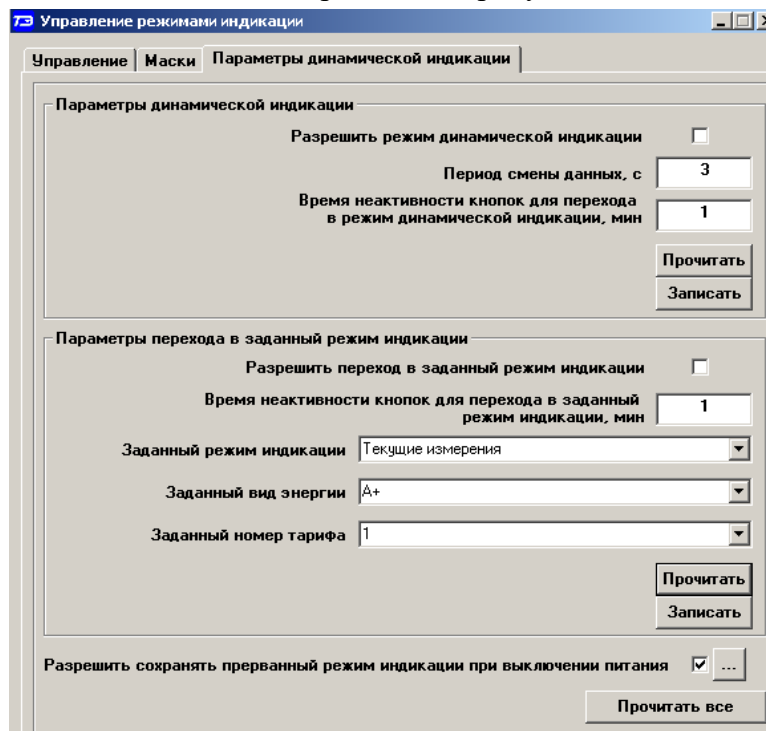

Рисунок 33 – Вкладка «Параметры динамической индикации»
17.2.6.3 Этот режим запрещен при выходе счетчика с предприятия-изготовителя. Для разрешения режима нужно установить и записать следующие параметры в группе элементов «Параметры перехода в заданный режим индикации» (рисунок 33):